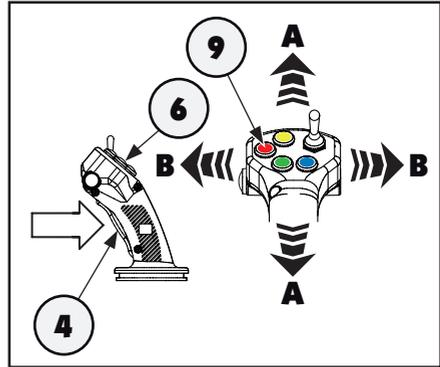

Abb. 5.68
Wenn der Joystick (6) in die in der Abbildung (Abb. 5.68) gezeigte Richtungen bewegt und gleichzeitig die Sicherheitstaste (4) (Tot Mann-Taste) gedrückt wird, dann werden durch Drücken der roten Taste (9) die Schnellkuppler gespeist, wie in Abbildung (Abb. 5.69) dargestellt.